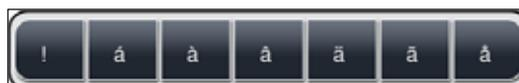

Fig. 22
- Ejemplo: Si se mantiene pulsado el botón estándar **a**, se muestran otras opciones de selección (→ "Fig. 22").